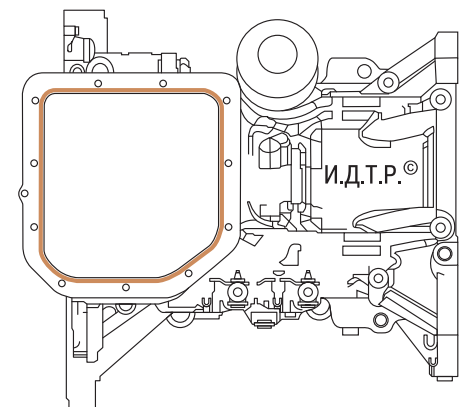

Рис. 5.10. Схема нанесения герметика на масляный картер
5. Нанесите на сопрягаемую поверхность масляного картера специальный герметик валиком диаметром 3 мм (рис. 5.10), линия нанесения герметика должна проходить с внутренней стороны крепежных отверстий на расстоянии 1 мм от внутренней стенки масляного картера.